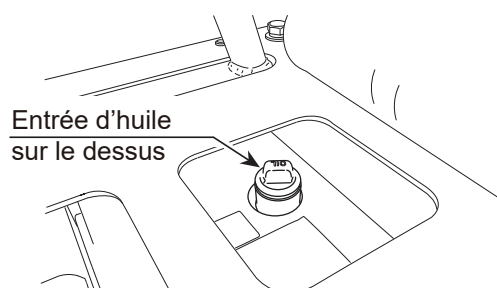

Figure 4. Ajout d'huile moteur
2. La lubrification se fait à partir de la partie supérieure du moteur (Figure 4).